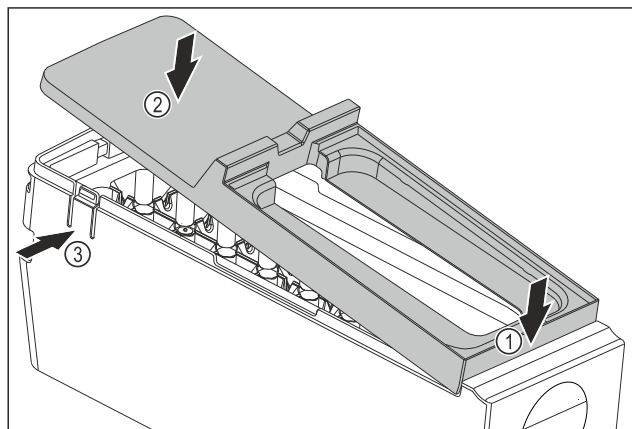

Fig. 124
- Смонтируйте крышку корпуса EasyTwist-Ice: Установите крышку спереди. Fig. 124 (1)
- Опустите крышку сзади. Fig. 124 (2)
- Крышка со щелчком фиксируется в накладках Fig. 124 (3).